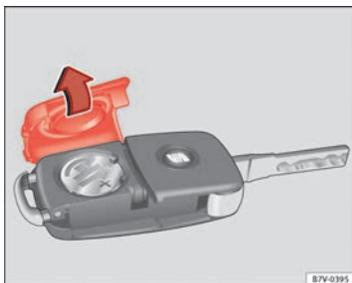

Fig. 15 Llave del vehículo: tapa del compartimento para la pila.
- Retire la tapa de la parte trasera de la llave del vehículo ⇒ fig. 15 en la dirección de la flecha ⇒ ①.
- Coloque la tapa en la carcasa de la llave del vehículo, presionándola tal como se muestra ⇒ fig. 15, en sentido contrario a la flecha, hasta que encastre.